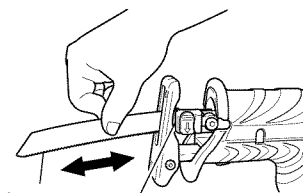

Fig. 7
- (5) De la main, tirer deux ou trois fois de suite sur le dos de la lame pour vérifier qu'elle est solidement fixée. En tirant sur la lame, l'on saura qu'elle est montée correctement si l'on entend un déclic et que le levier bouge légèrement. (Fig. 7)